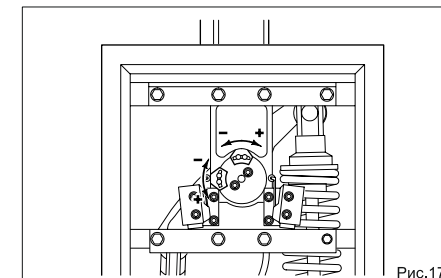

Рис.17
- Настройте кулачки концевиков, ослабив два винта, как показано на рис.17. Для увеличения угла торможения передвиньте кулачок к концевому выключателю. Для уменьшения угла замедления передвиньте от концевой выключателя.